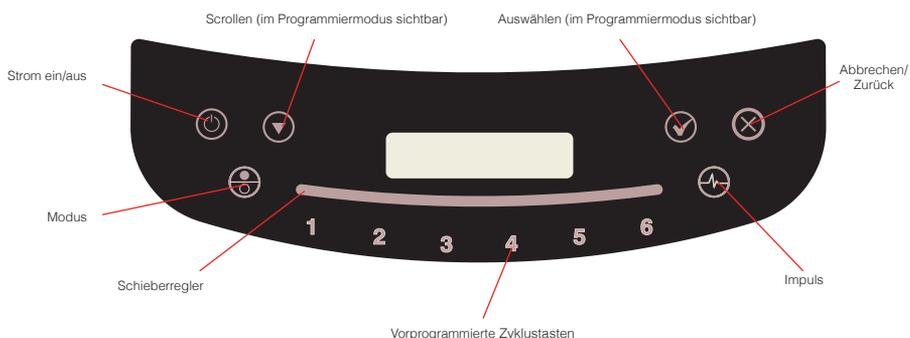

Abbildung 7. Bedienfeld
- Aktivieren Sie den automatischen Betriebsmodus, indem Sie die Modustaste  berühren, sodass die Zahlen 1–6 auf dem Bedienfeld angezeigt werden (siehe Abbildung 7). Die LED-Anzeige zeigt an, welches Profil derzeit ausgewählt ist. (Zur Aktivierung eines unterschiedlichen Profils beachten Sie bitte Kapitel 5.4.1.)